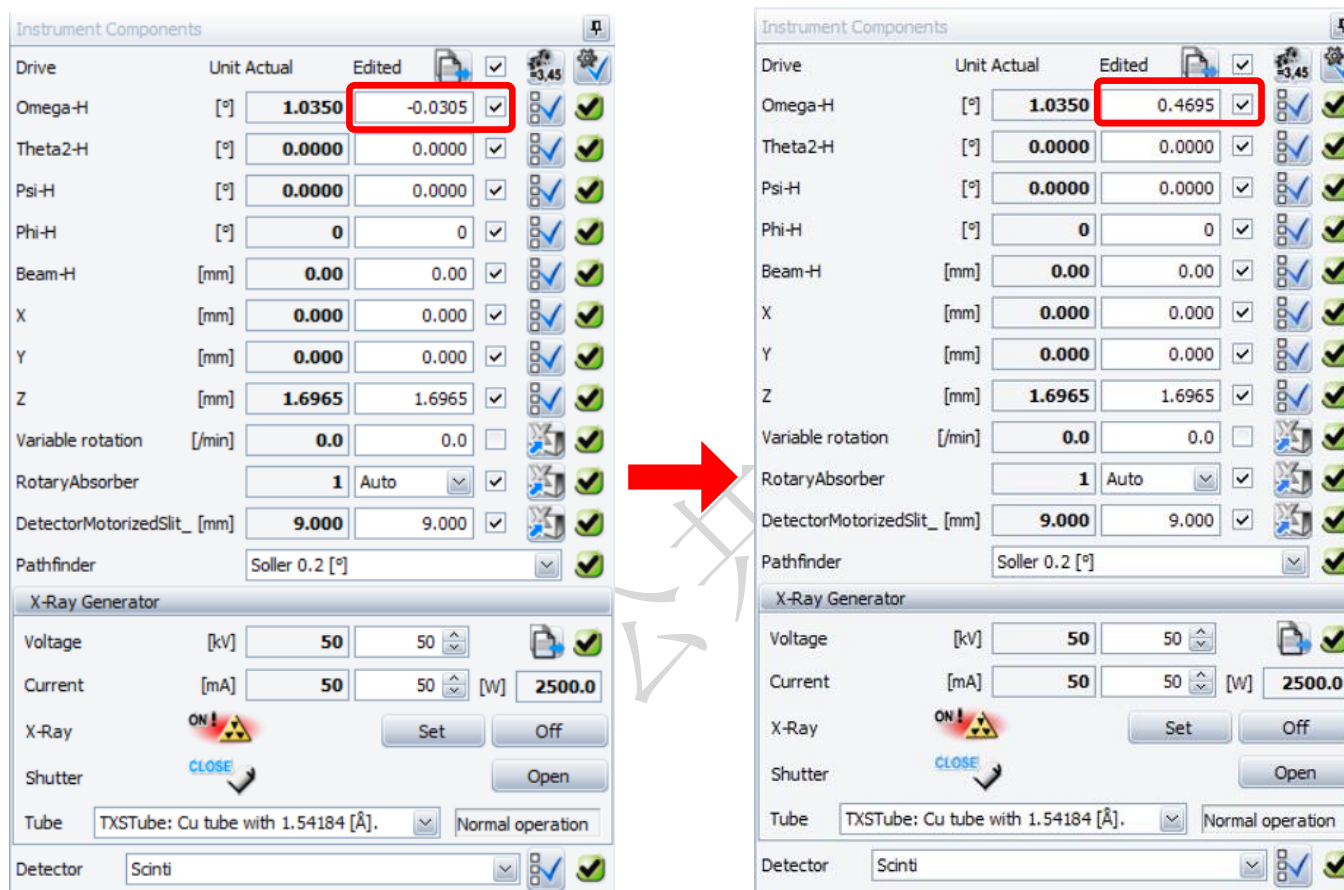

图 6-22 设置掠入射角
6.9.4.2 设置掠入射角: 将完成样品对光后自动记录的 Omega 角加上所需 grazing 角 ($0.1\sim 1^\circ$), 更新到左侧 Omega-H 方框中 (图 6-22, grazing 角为 0.5° 时, Omega-H 设定为: $-0.0305^\circ + 0.5^\circ = \mathbf{0.4695^\circ}$);